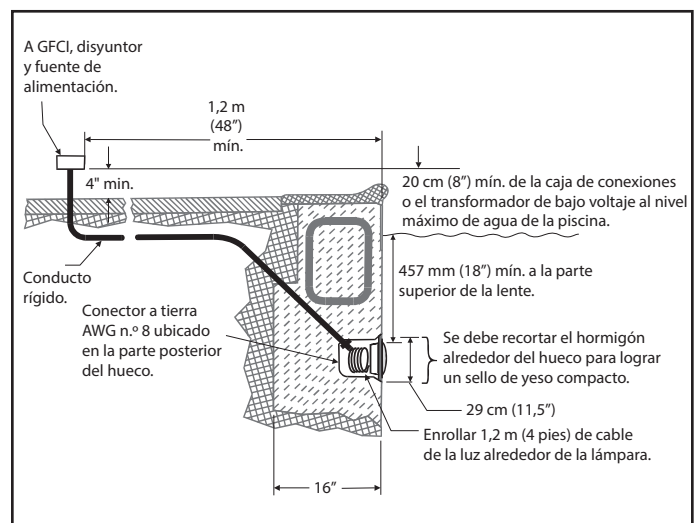

Figura 1. Instalación de luces LED Jandy Pro Series
NOTA Un electricista debe completar los pasos preliminares antes de que se instale la lámpara. Consulte la Figura 1. Asegúrese de que la piscina cumpla con los requisitos indicados en el código National Electrical Code® actual y todos los códigos locales de Estados Unidos o el Código de Electricidad en Canadá ("CEC" o C22.1) de Canadá. Un electricista certificado o con licencia debe instalar el sistema eléctrico para satisfacer o superar esos requisitos antes de que se instale la luz sumergible. Algunos de los requisitos en el Código Nacional de Electricidad, que los sistemas eléctricos de la piscina deben cumplir, son:
2. La caja de conexiones (o el transformador de bajo voltaje para los modelos de 12 voltios) debe colocarse al menos 20 cm (8 pulgadas) por encima del nivel del agua, al menos 10 cm (4 pulgadas) por encima del nivel del suelo y al menos a 1,2 m (4 pies) de distancia del borde de la piscina. Consulte la Figura 1.
4. El hueco de humedad debe instalarse correctamente de modo que el borde superior de la lente de la luz sumergible quede al menos 45 cm (18 pulgadas) por debajo de la superficie del agua en la piscina. Consulte la Figura 1.
5. El hueco de humedad debe unirse eléctricamente y conectarse a tierra correctamente mediante el conector a tierra AWG n.º 8 ubicado en la parte posterior del hueco. Consulte la Figura 1.
1. Introduzca cable por el conducto a la caja de conexiones dejando al menos 1,2 m (4 pies) de cable en la lámpara para enrollar en la base del hueco de la luz. Consulte la Figura 1. Con 1,2 m (4 pies) de cable, es posible inspeccionar la luz después de que se llena de agua la piscina.
3. Pele 15 cm (6 pulgadas) de la cubierta exterior del cable para descubrir los tres cables aislados. *Procure no dañar el aislamiento de los tres (3) cables internos.*
4. Instale el aliviador de tensión sobre la cubierta del cable y conecte los tres (3) cables a los cables de circuito correspondientes en la caja de conexiones. Instale la tapa de la caja de conexiones.
2. La caja de conexiones (o el transformador de bajo voltaje para los modelos de 12 voltios) debe colocarse al menos 20 cm (8 pulgadas) por encima del nivel del agua, al menos 10 cm (4 pulgadas) por encima del nivel del suelo o el nivel de la plataforma de la piscina y al menos a 1,2 m (48 pulgadas) de distancia del borde de la piscina o el hidromasaje. Consulte la Figura 1.
5. Deje al menos 1,2 m (4 pies) de cable para enrollarlo alrededor de la lámpara o en la base del hueco de la luz. Consulte la Figura 1. Esto permite inspeccionar la luz después de que se llena de agua la piscina.
7. Pele 15 cm (6 pulgadas) de la cubierta exterior del cable para descubrir los tres cables aislados. *Procure no dañar el aislamiento de los tres (3) cables internos.*